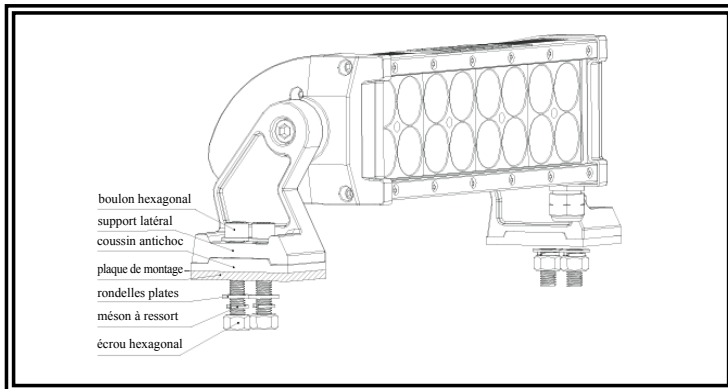

Figure 2
3. Posez le coussin antichoc sur la plaque de montage, puis insérez le boulon hexagonal dans le côté du support. Placez les rondelles plates et la rondelle de blocage à ressort sur le bouton, puis serrez. Voir Figure 2.